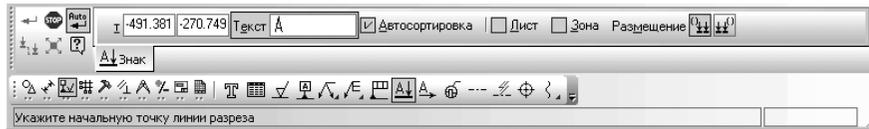

Рис. 3.112. Панель свойств: Линия разреза, Компактная панель и Строка сообщений
- щелкните на панели инструментов по кнопке  – **Линия разреза**. Появится соответствующая **Панель свойств: Линия разреза** (рис. 3.112).